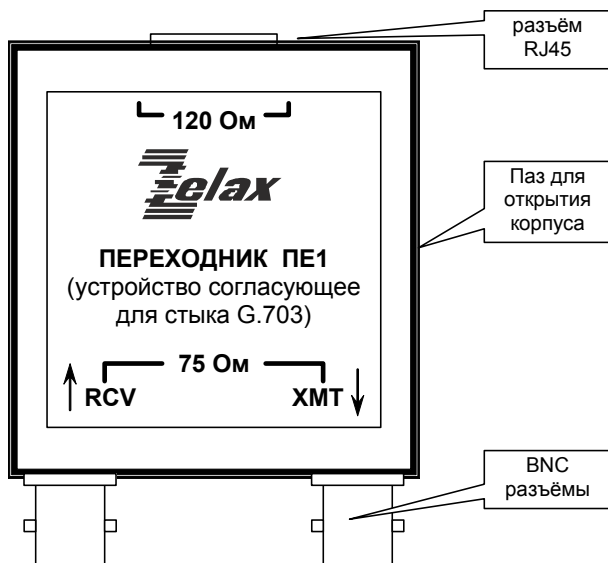

Рис. 1 Внешний вид переходника ПЕ1
1. Вставить плоскую отвертку или нож подходящего размера в паз, расположенный в боковой стенке корпуса (см.Рис. 1), и повернуть. Корпус переходника раскрывается.